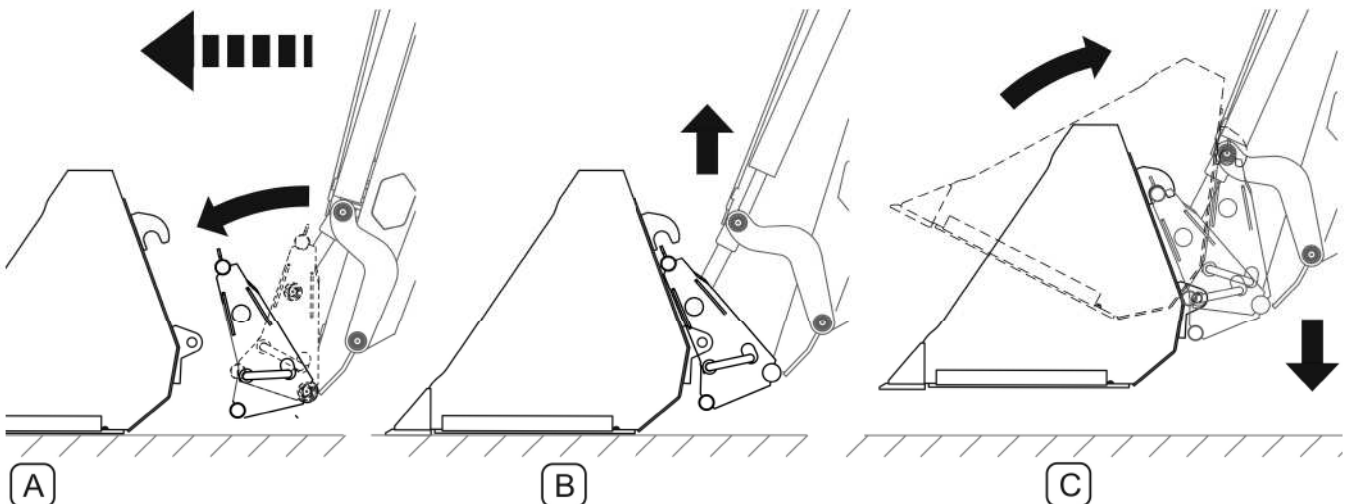

РИСУНОК 4.26 А Монтаж рабочего органа
- опустить стрелу и повернуть рамку быстрого крепежа вперед таким образом, чтобы места крепления на рамке быстрого крепежа оказались ниже мест крепления в рабочем органе; (А, РИСУНОК 4.26 А)
- поднять стрелу, зацепляя места крепления в рамке стрелы за крюки оборудования;(В, РИСУНОК 4.26 А)
- управляя рычагом в кабине, опустить стрелу и отклонить рамку назад, вызывая тем самым блокировку быстроразъемного соединения; (С, РИСУНОК 4.26 А)